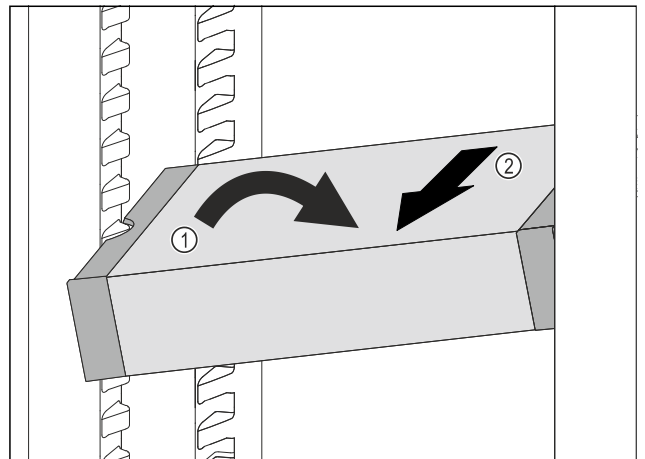

Fig. 109
- Aseta VarioSafe-vetolaatikko vinossa jääkaappiosassa. Fig. 109 (1)
- Poista VarioSafe-vetolaatikko etukautta. Fig. 109 (2)